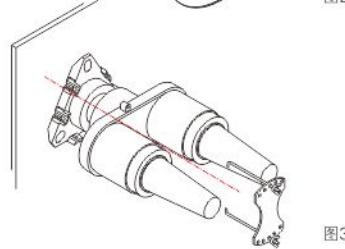

图3
①双通套管应由熟悉安全规程和高压电器设备的人员来安装。
②检查套管座要确保其内部干燥和清洁，用提供的润滑剂，润滑套管座和双通套管的配合面。不允许使用其它润滑剂，否则可能会损害产品及其配套的元件。
③将双通套管润滑好的部分放至套管内，然后顺时针旋转双通套管，使其全部到位，但不要用力过大，太紧会损害套管座的螺扣。双通套管结构有180°角度可调整，可逆时针旋转半圈以获得所需要的位置。
④按图3将带钩螺栓钩在套管座上部突缘的孔内，将螺栓末端穿过定位板的孔眼，应尽可能使带钩螺栓保持垂直位置，用手拧紧翼形螺母。
⑤将规格为 $2.5\text{mm}^2$ 铜线，一端绑牢在双通套管的接地孔上，注意不要损伤导电的屏蔽层；另一端用一个接线片联到接地系统上，注意这根接地线配置时不要接触或靠近套管座及其它电器元件表面。接地线联接要保证双通套管的导电屏蔽层有良好的接地。
⑥从双通套管上拆去运输保护帽，擦干净配合面，并用提供的润滑剂润滑配合面，不允许使用其它润滑剂，否则可能损伤产品及其配套的元件。在安装配套元件到双通套管时，须遵循说明书的规定。若双通套管不马上安装肘型电缆联接头或绝缘帽、肘型避雷器等，则不要拆下保护帽。不许在带电或潮湿情况下，从双通套管上拆下保护帽，保护帽不具有绝缘及防水性能，仅起到在操作和安装过程中保持双通套管配合面清洁不被弄脏的作用。